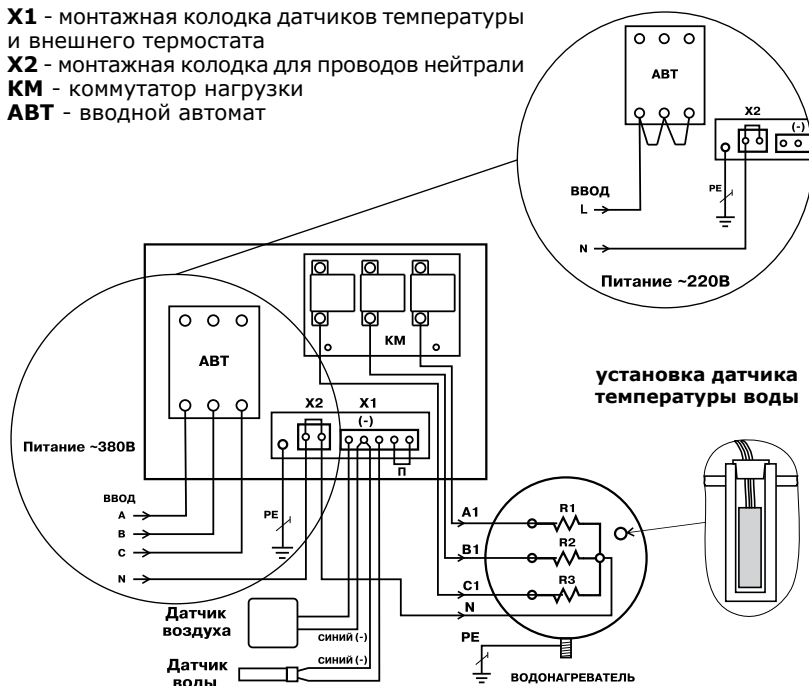

Рис.2 Схема подключения панели управления
5.2. Эксплуатация панели должна осуществляться только при условии ее подключения в соответствии со схемой подключений (Рис.2).
6.3. Подключить панель к питающей сети кабелем соответствующего сечения исходя из номинальной мощности электроводонагревателя согласно схеме подключений Рис.2 настоящего паспорта. Если используется одножильный медный провод, то необходимо тщательно зачистить и облудить присоединяемые концы. При использовании многожильного кабеля его концы необходимо тщательно зачистить и обжать контактным наконечником.
6.4. При подключении панели ПУ ЭВТ-И1 к однофазной сети переменного тока необходимо соединить вместе клеммы А,В,С вводного автомата и подключить их к фазному проводу питающей сети. Нулевой провод питающей сети подключается согласно схеме Рис.2.
Для этого необходимо извлечь защитную пробку из отверстия, поместить в него датчик до упора и зафиксировать его пробкой, входящей в комплект датчика, (см.Рис.2). Датчик температуры воздуха необходимо установить в помещении на высоте 1.4-1.5 м от пола, исключив прямое воздействие на него потоков воздуха от нагревательных приборов, вентиляторов, солнечных лучей и т.д.. Нагрев корпусов датчиков при монтаже не должен превышать их максимальную рабочую температуру. Подключить датчики к монтажной колодке Х1 в соответствии со схемой Рис.2, обращая особое внимание на полярность датчиков. Провода датчиков синего цвета, помеченные знаком (-) подключаются на клемму колодки Х1 помеченную знаком (-) Рис.2. Датчики подключаются медными проводами сечением 0,5-0,75 кв.мм необходимой длины. При длине провода более 10 метров желательно использовать провода свитые в пары (не более 50 метров).
6.6 В пульте имеется возможность подключение внешнего термостата. Подключить внешний термостат к монтажной колодке Х1 вместо перемычки (П) Рис.2.
Внимание! В случае отсутствия перемычки (П) или внешнего термостата, подключенного вместо перемычки к колодке Х1 (Рис.2) устройство будет отключено.
6.7. Подключить панель к электроводонагревателю согласно схеме подключений Рис.2 кабелем соответствующего сечения исходя из номинальной мощности электроводонагревателя.
6.8. Выполнить заземление (защитное зануление) корпуса панели в соответствии со схемой подключений Рис.2.